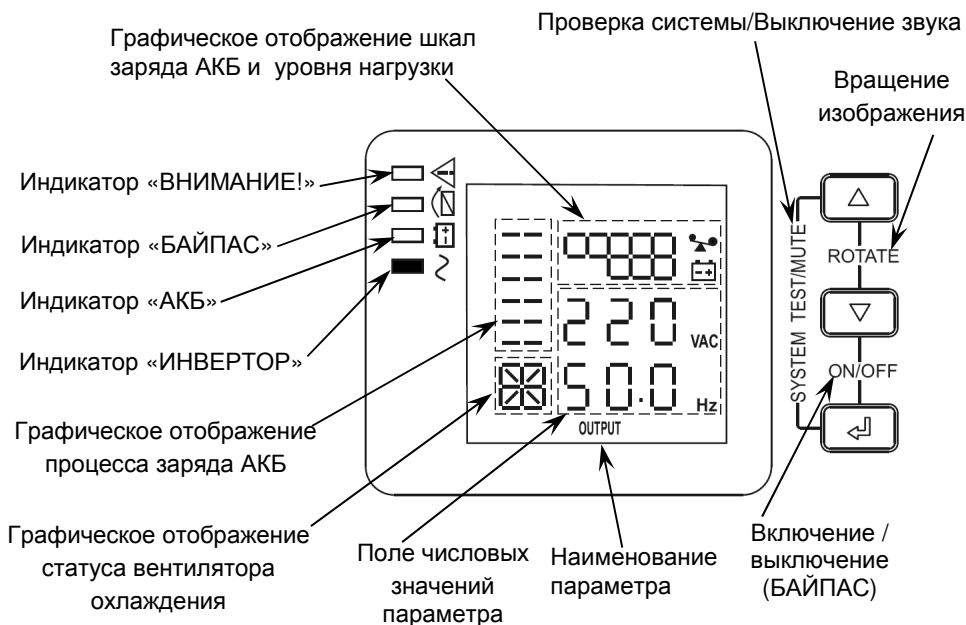

Рисунок 3 - Передняя панель изделия при монтаже в горизонтальном положении (на ЖК-дисплее отображены выходные параметры изделия (параметр OUTPUT)).
На ЖК-дисплее отображаются значения основных параметров изделия (см. рисунок 3).
-   При наличии напряжения питающей сети в пределах допустимого диапазона (см. п.1...п.3 таблицы 1) изделие питает нагрузки и осуществляет заряд АКБ. На ЖК-дисплее отображается величина выходного напряжения и значение его частоты (см. рисунок 3).